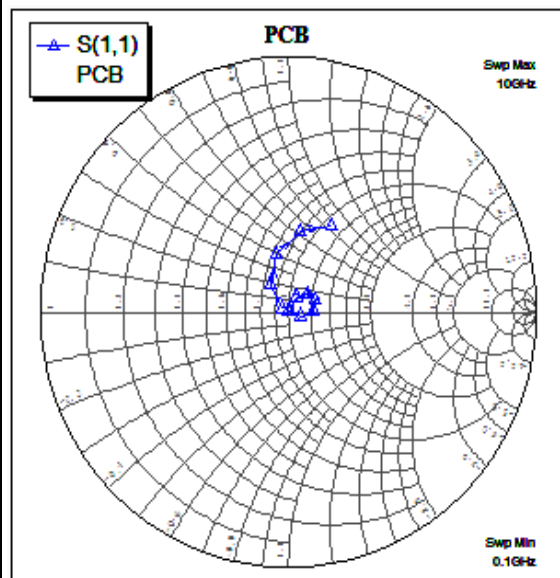

Рис. 75
- Щёлкните по кнопке **Analyze** на панели инструментов. Полученный график показан на рис. 75.